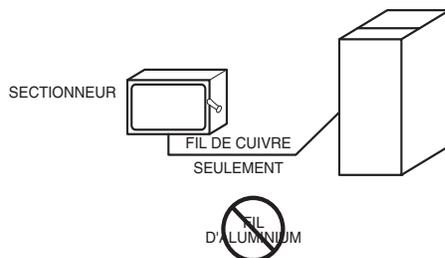

Fig. 34 – Coffret électrique externe fourni sur place sur le caisson de la chaudière
Ne branchez pas de fil d'aluminium entre le disjoncteur et la chaudière. Utilisez uniquement du fil de cuivre. Consultez la Fig. 34.
1. Percez deux (2) trous de 3 mm (1/8 po) dans les dépressions du caisson de la chaudière près de la découpe de 22 mm (7/8 po) sur le côté du caisson. Ne retirez pas la découpe du côté du caisson.
- Raccordez les fils d'alimentation et neutres sur place aux fils d'alimentation électrique de la chaudière à l'intérieur du coffret électrique externe, comme illustré à la Fig. 34.